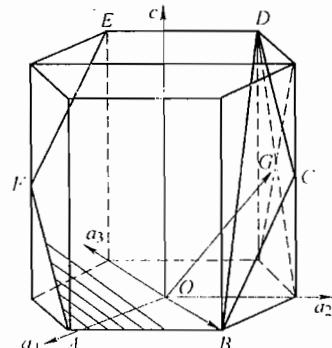

图 34-2 第四题第 2 小题解答图
2. (10\bar{1}2) 晶面与六方晶系的完整晶胞的交线如图 34-2 所示, 其中画影线的晶面就是 (10\bar{1}2) 面, 它与晶胞的交线为 ABCDEF。